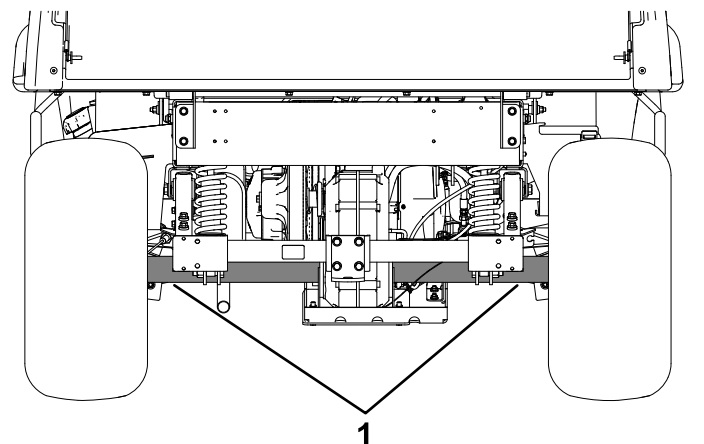

Figura 20
- Il punto di sollevamento nella parte posteriore della macchina si trova sotto i tubi dell'assale (Figura 20).